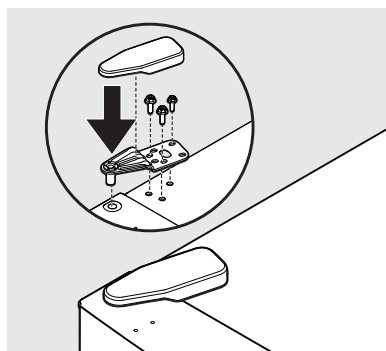

Figura 10
20. Use un destornillador Phillips™ o una llave de  $5/16''$  para asegurar la bisagra superior usando tres tornillos de  $5/16''$ . Vuelva a colocar la cubierta de la bisagra superior (vea la figura 10).